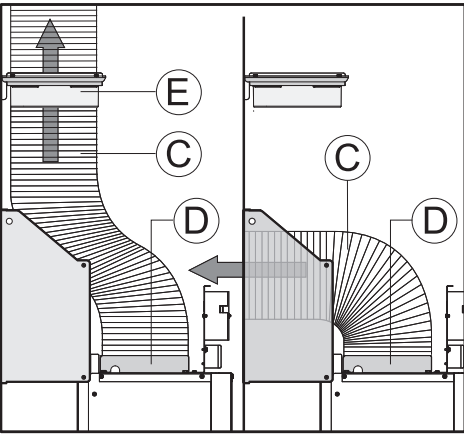
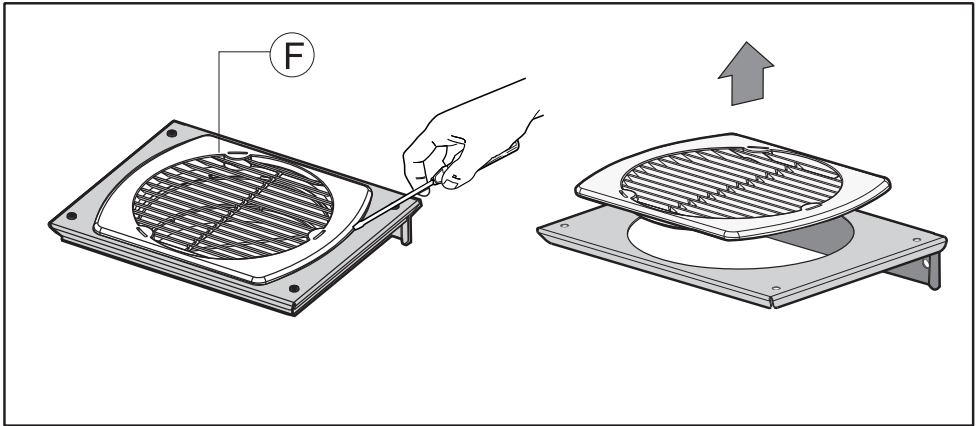

Fig.8
Fig.9
- S'il s'agit d'un modèle de hotte version évacuation extérieure, ne retirez la grille F (**Fig. 9**) que s'il vous faut faire passer le tuyau d'évacuation de l'air à l'intérieur de la bride de sortie de l'air E **Fig. 8**.